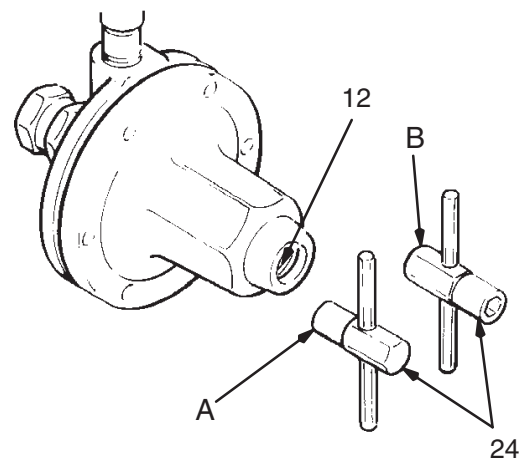

Abb. 3
- a. *Nur für Regler mit Federkraft (siehe Abb. 3).* Der Regler kann auf zwei Arten vollständig geöffnet werden:
- Die Einstellschraube (19) mit dem männlichen Ende (B) des Reglerschlüssels (24) bis zum Anschlag *gegen den Uhrzeigersinn* drehen. Die Druckeinstellung wird dabei beibehalten.
- Die Einstellschraube (12) mit dem weiblichen Ende (A) des Reglerschlüssels (24) bis zum Anschlag *im Uhrzeigersinn* drehen. Die Druckeinstellung muss dabei nach dem Spülen wieder hergestellt werden.
- a. *Nur für Regler mit Federkraft (siehe Abb. 3).* Der Regler kann auf zwei Arten eingestellt werden:
- Die Einstellschraube (19) mit dem männlichen Ende (B) des Reglerschlüssels (24) bis zum Anschlag *im Uhrzeigersinn drehen*. Sicherstellen, dass sich die Druckeinstellung nicht verändert hat.
- Die Einstellschraube (12) mit dem weiblichen Ende (A) des Reglerschlüssels (24) bis zum Anschlag *gegen den Uhrzeigersinn drehen*, um wieder den gewünschten Druckwert einzustellen.
1. Den Regler schließen: mit dem weiblichen Ende (A) des Schlüssels (24) in die Einstellschraube (12) eingreifen und den Schlüssel entgegen dem Uhrzeigersinn drehen, um die Federspannung zu entlasten. Siehe Abb. 3.
3. Den Schlüssel (24) im Uhrzeigersinn drehen, um den Materialdruck zu erhöhen. Siehe Abb. 3. Das gewünschte Spritzbild einstellen.